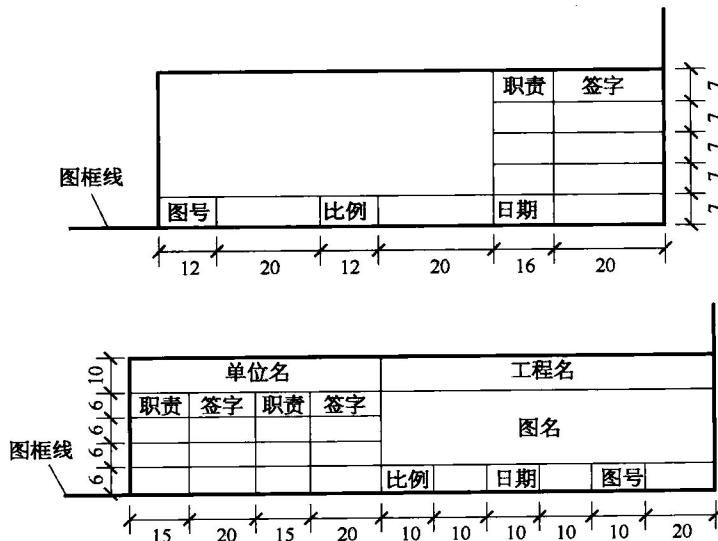

图 1.2.4 标题栏
(2) 标题栏应按图 1.2.4 所示,根据工程需要选择确定其尺寸、格式及分区。签字区应包含实名列和签名列。涉外工程的标题栏内,各项主要内容的中文下方应附有译文,设计单位的上方或左方,应加“中华人民共和国”字样。